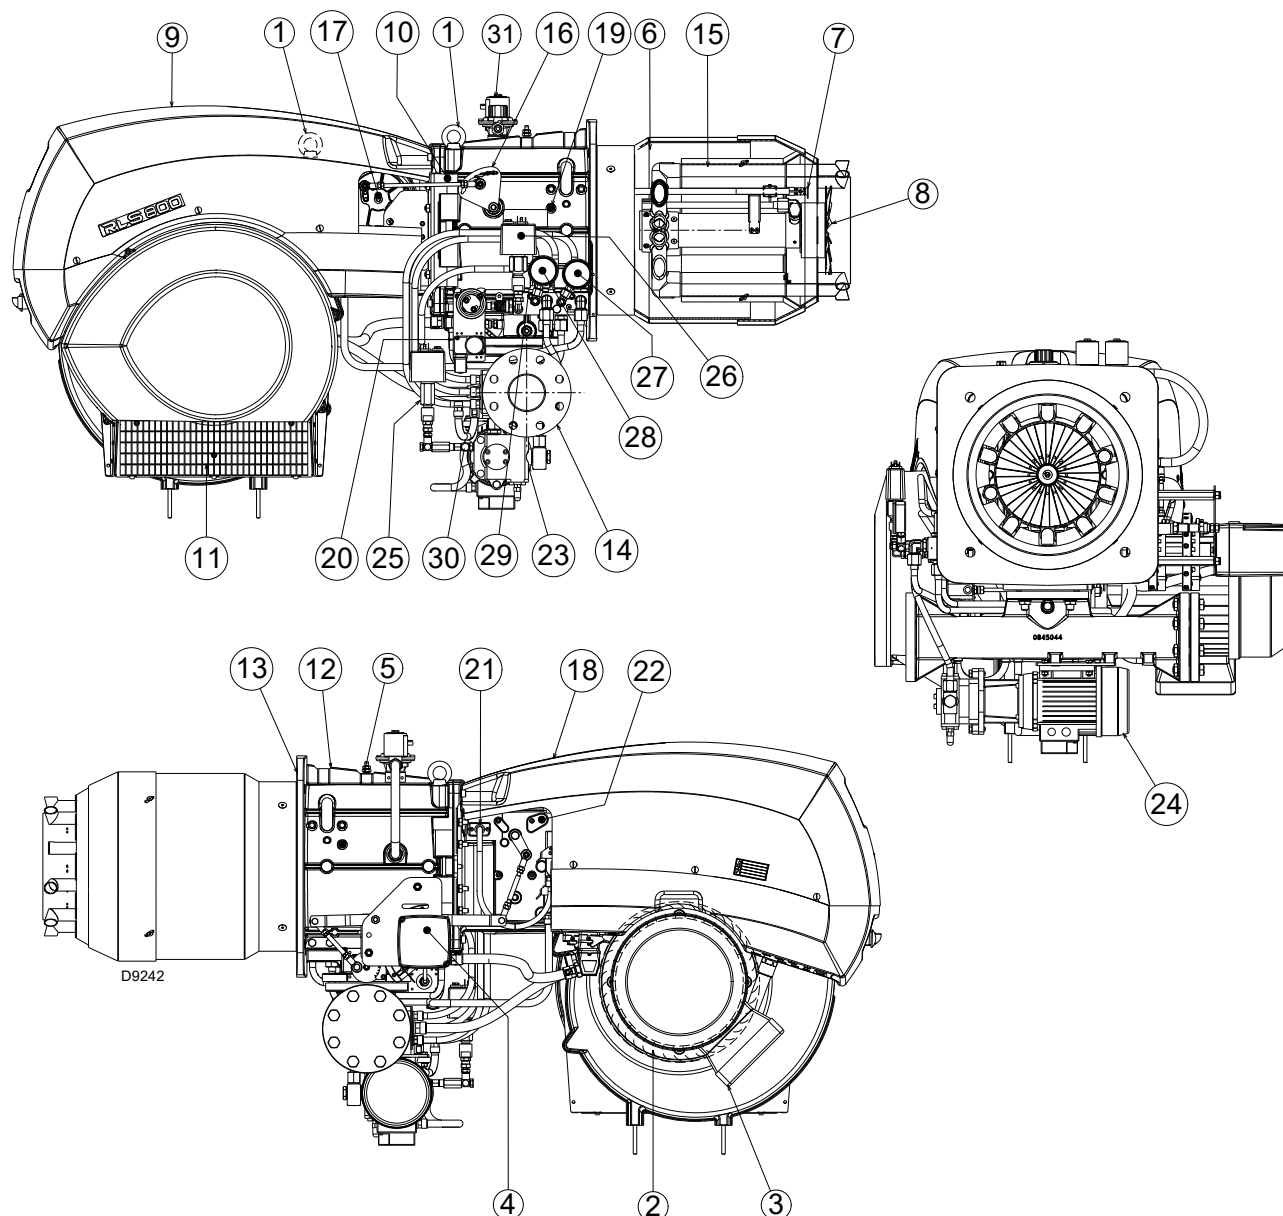

Fig. 4
- (1) Conditions de référence : Température ambiante 20° C - Température du gaz 15° C - Pression barométrique 1 013 mbar - Altitude 0 m s.n.m.
(2) Pression à la prise 5)(Fig. 4) avec pression zéro dans la chambre de combustion et à la puissance maximale du brûleur.
(3) Pression sonore mesurée dans le laboratoire de combustion du constructeur, avec le brûleur fonctionnant sur la chaudière d'essai, à la puissance maximale. La Puissance sonore est mesurée selon la méthode « Free Field », prévue par la Norme EN 15036 et la classe de précision « Accuracy » : Category 3 », comme décrit par la Norme EN ISO 3746.